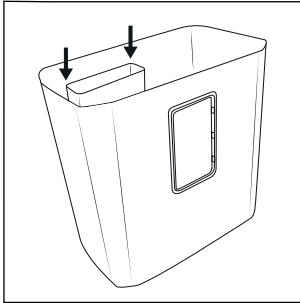

Fig. 1
- ◆ Montați recipientul colector mic **10** în recipientul colector mare **12**. Pentru aceasta, împingeți recipientul colector mic **10** de-a lungul șinelor de ghidare în recipientul colector mare **12** în jos, până când se fixează complet (a se vedea Fig. 1).
- ◆ Montați recipientul colector mic **10** din nou în recipientul colector mare **12** (a se vedea Fig. 1).